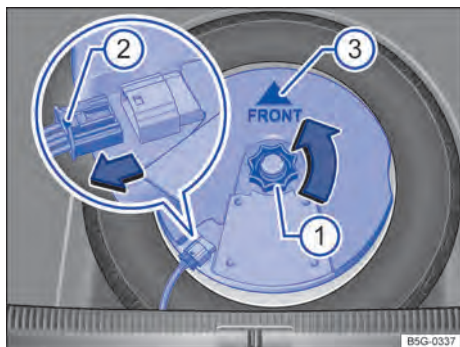

Fig. 249 No compartimento de bagagem: remover o subwoofer (variante 2).
- Desrosquear o manípulo → Fig. 249 (1) no sentido anti-horário (seta).
- Para destravar o conector, pressionar o travamento a extremidade do conector (2).
- Colocar o subwoofer cuidadosamente na base do aro. A ponta do símbolo da seta "FRONT" → Fig. 249 (3) no subwoofer deve indicar para frente.
- Inserir o conector até que o travamento (2) se trave de maneira audível.
- Girar o manípulo (1) no pino rosqueável no sentido anti-horário até que o subwoofer fique preso com segurança.